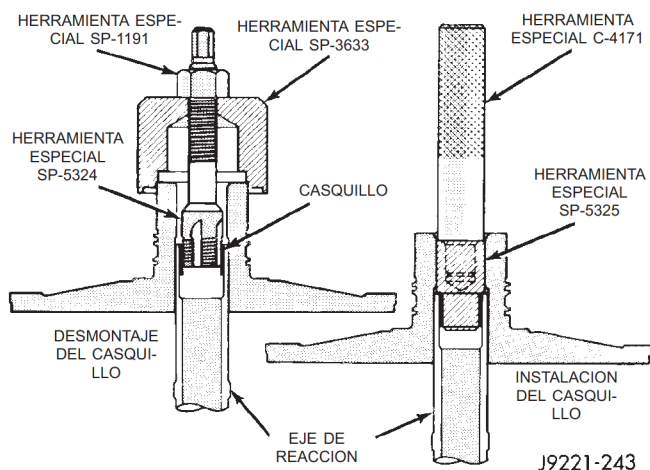

Fig. 128 Reemplazo del casquillo del soporte del eje de reacción
(1) Ensamble los extractores de casquillos SP-1191, 3633 y 5324 (Fig. 128). **No inmovilice ninguna pieza del eje de reacción o del soporte en la mordaza.**
(4) Sujete levemente el casquillo viejo en la mordaza, o con alicates, y retire el extractor del casquillo.
(5) Ensamble las herramientas de instalación de casquillos C-4171 y SP-5325 (Fig. 128).
(6) Deslice el casquillo nuevo en la herramienta de instalación SP-5325.
(7) Coloque el soporte del eje de reacción en forma vertical sobre una superficie limpia y lisa.
(8) Alinee el casquillo en el hueco. Luego terraje el casquillo en su lugar hasta que el instalador de casquillos SP 5325 llegue al fondo.
(9) Limpie cuidadosamente el soporte del eje de reacción después de instalar el casquillo.